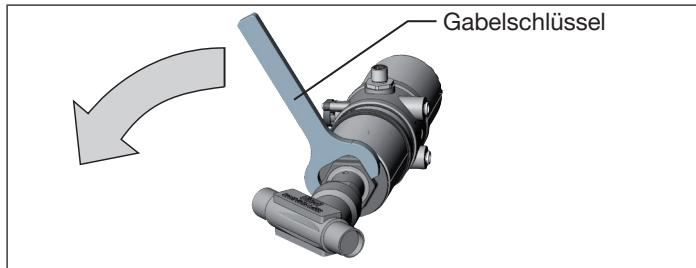

Bild 8: Drehen mit Gabelschlüssel
- Den Antrieb nur im vorgegebenen Richtungssinn drehen (siehe „Bild 8“)!